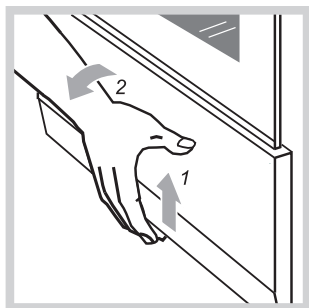

Рис.13
- Плиты выпускаются двух исполнений: с выдвигаемым ящиком и с откидной дверцей. Чтобы открыть дверцу, ее нужно приподнять вверх и наклонить на себя (рис.13).